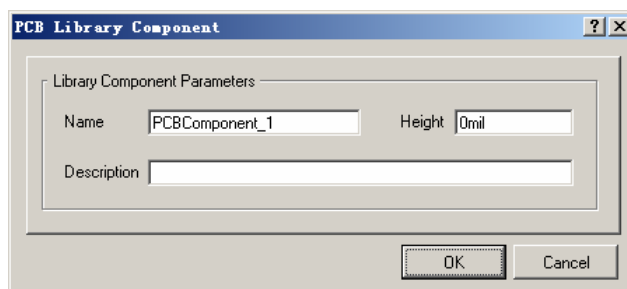

图 10.17 “PCB Library Component”对话框
(1) 启动 Altium Designer，在主菜单中选择“File”->“Open”命令，打开“Choose Document to Open”对话框，在该对话框中选择 10.2.1 节中新建的“Custom.PcbLib”库文件，启动 PCB 元件封装编辑器。
(2) 单击工作区左侧的“PCB Library”工作面板标签，打开“PCB Library”工作面板。
(3) 在“PCB Library”工作面板的“Component”列表中选中的“PCBCOMPONENT_1”栏，在主菜单中选择“Tools”->“Component Properties”命令，打开如图 10.17 所示的“PCB